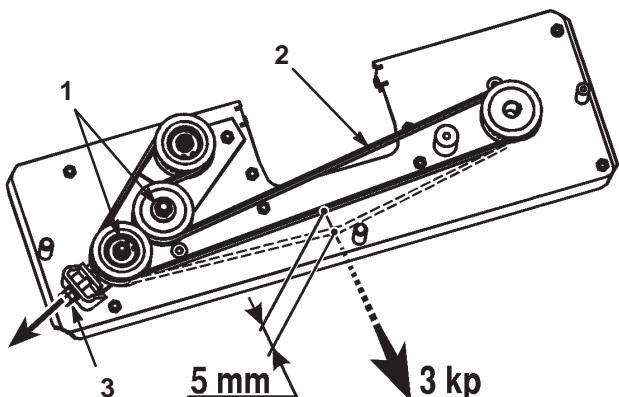

Bild 40
4. Lösen Sie die zwei Sechskantmuttern auf der Antriebscheibe (Bild 40).
5. Stellen Sie die M10-Mutter so ein, dass sich der Riemen 5 mm mit einer Spannung von 3 kp bewegt (Bild 40).